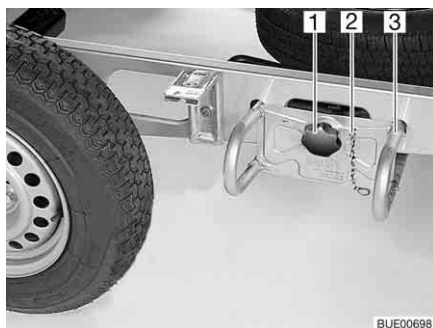

Fig. 213 Etrier de roue de secours
- Décrocher la chaîne de sécurité (Fig. 213,2).
- Desserrer et dévisser la poignée-étoile (Fig. 213,1).
- Sortir l'étrier de roue de secours (Fig. 213,3) d'environ 10 cm et le poser sur le sol.